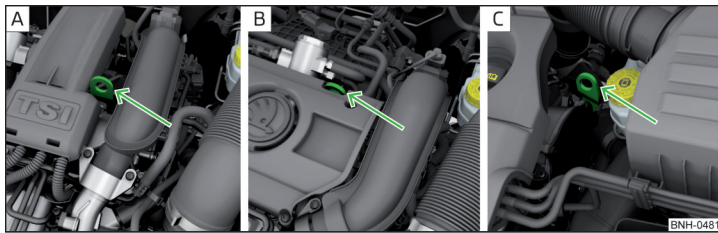

Abb. 147 Massepunkt des Motors: START-STOPP-System
- > 1,2 l/63 kW TSI und 1,2 l/77 kW TSI Motoren » Abb. 147 - **A**
- > 1,4 l/90 kW Motor » Abb. 147 - **B**
- > 1,6 l/77 kW TDI CR Motor » Abb. 147 - **C**